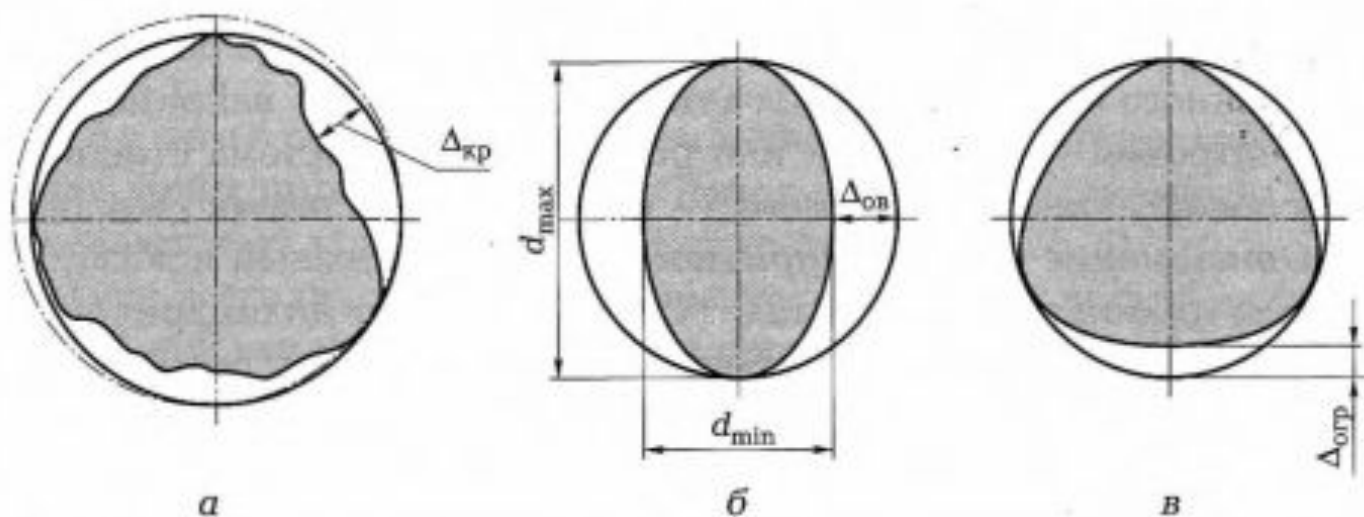

Рис. 2.16. Отклонения формы цилиндрических деталей в поперечном сечении от круглости:
**Отклонение от круглости** — комплексный показатель отклонений в плоскости поперечного сечения цилиндрической детали. Отклонением от круглости называют наибольшее расстояние  $\Delta_{кр}$  от точек реального профиля до прилегающей окружности (рис. 2.16,
**а) Допуск круглости  $T$**  — наибольшее допустимое значение отклонения от круглости. Частными видами отклонения от круглости являются овальность (рис. 2.16, б) и огранка (рис. 2.16, в).